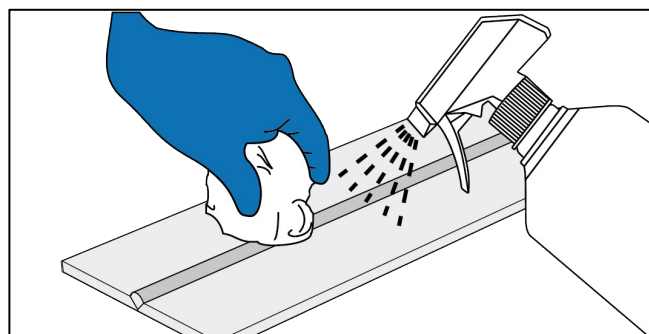

図 17
4. クリーニング終了後、ステンレスの表面にシミや液だれ跡などが発生しないように、中和剤スプレーフィット（別売り）を使用して電解液を完全に除去してください。(図 17)
5. 乾いた布でワークの表面を拭き上げてください。(図 17)